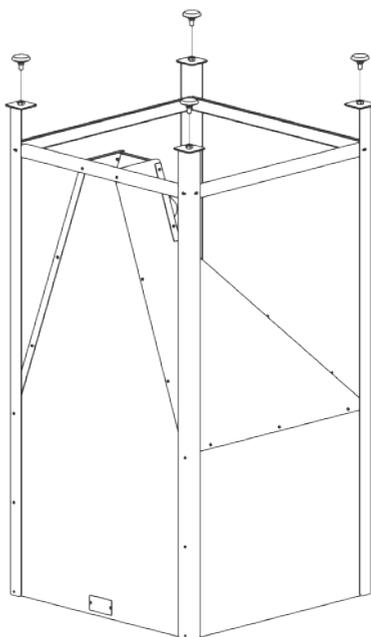

Рис. 13
10. В торцы ножек бункера установите регулируемые опоры (Рис. 13).